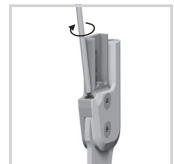

Abb. 18
- 6 Drehen Sie die Justierschraube bis zur gewünschten Position ein (Abb. 18).